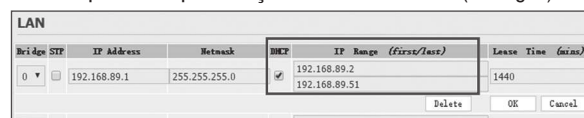

Fig. 2
5. Certifique-se de que a função DHCP está ativada. (Ver Fig. 2)